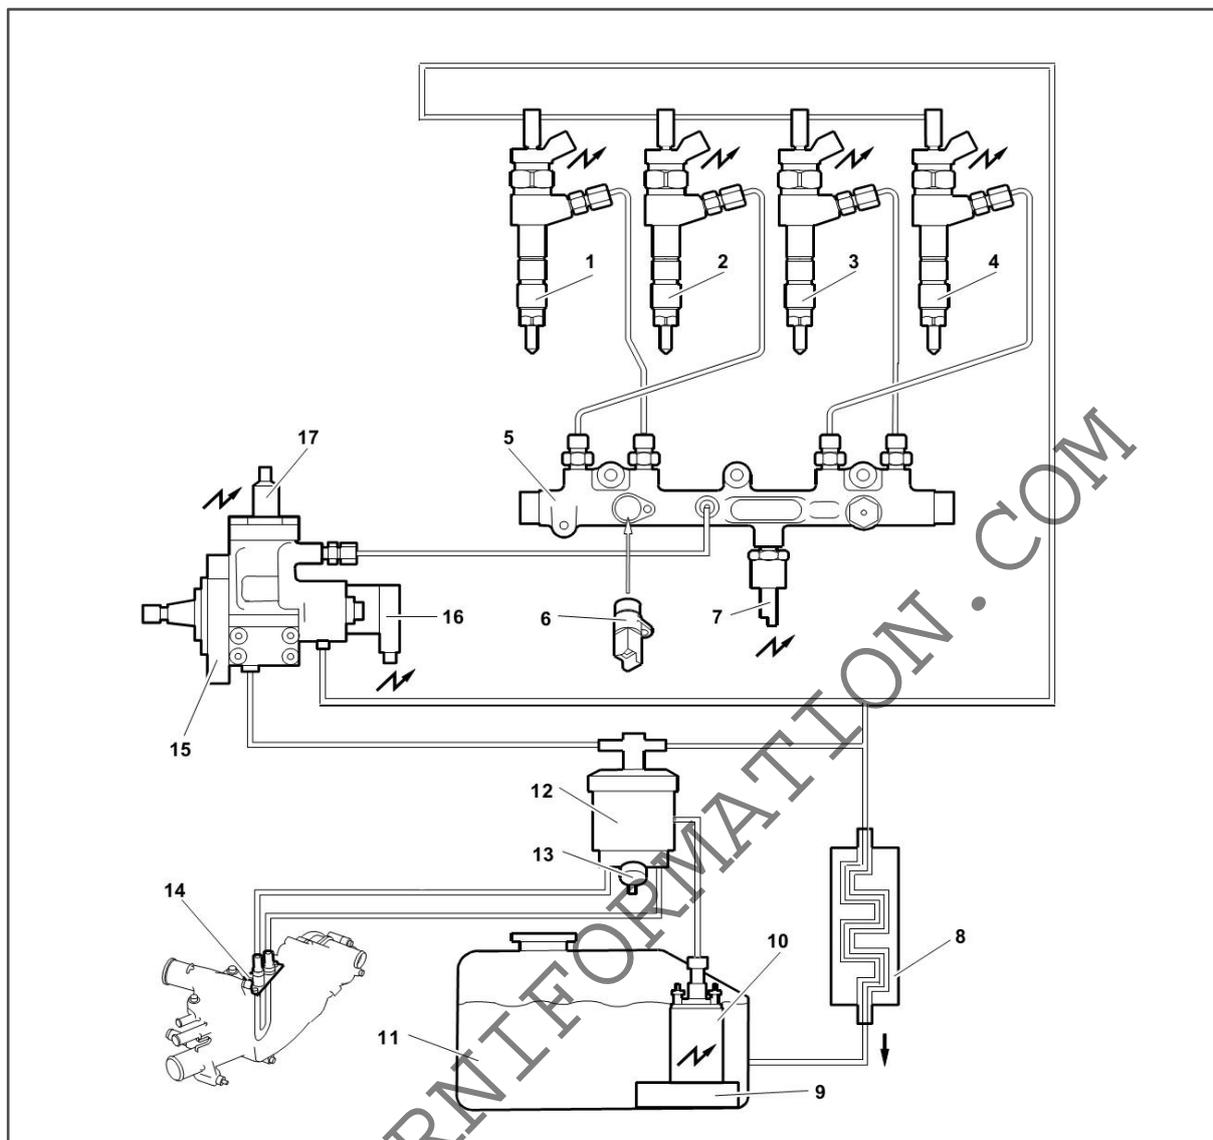

Figure 7
La **figure 7** ci-dessous vous présente le système d'injection Diesel à rampe commune « Common rail ».
**II.2.1** Sur la **figure 7** ci-dessus, colorier :
**II.2.4** Remplir le **tableau 8** ci-dessous en vous référant à la **figure 7** ci-dessus.